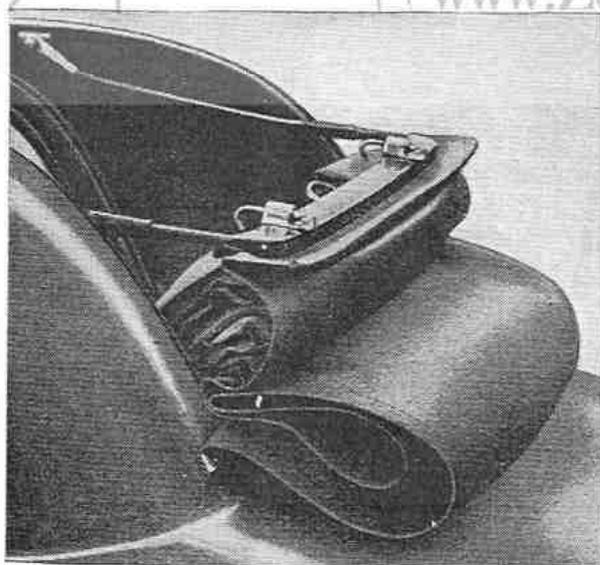

Fig. 56. - 2a Operazione.
- Ripiegare la tela inserendone il lato piegato sotto l'ultima traversina, in modo da tenerla bloccata dal peso delle traversine superiori (fig. 56).